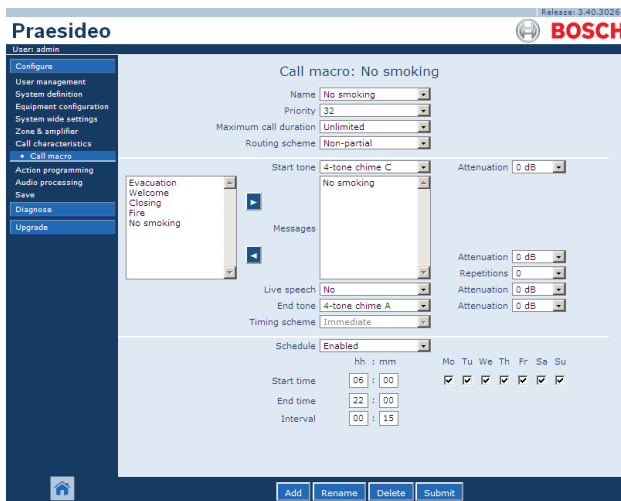

Abbildung 46.2: Neues Ansagemakro erstellen, Schritt 1
- 1 Gehen Sie zu *Configure > Call characteristics > Call macro*. Im Main Frame der webbasierten Benutzeroberfläche wird ein Bildschirm angezeigt, der dem in Abbildung 46.2 gleicht.